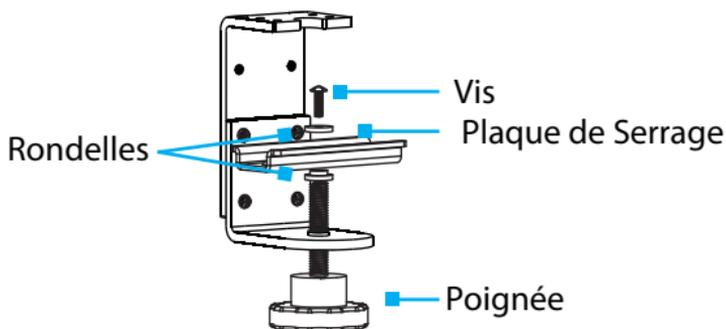

Figure 5
2. Utilisez un **Tournevis à Tête Cruciforme** pour retirer la **Vis** de la **Plaque de Serrage** fixée sur la **Poignée** (Figure 5).